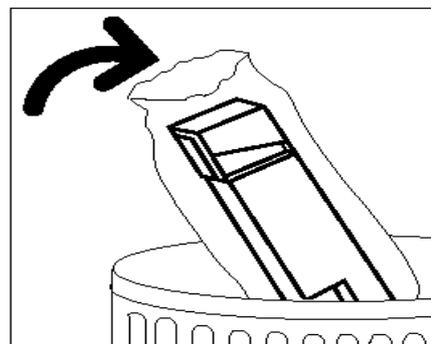

Figure 17 : Elimination du flacon de récupération toner usagé
- 5** Placez le flacon de récupération toner dans un sac en plastique (figure 17), puis jetez-le conformément à la législation en vigueur dans votre pays.